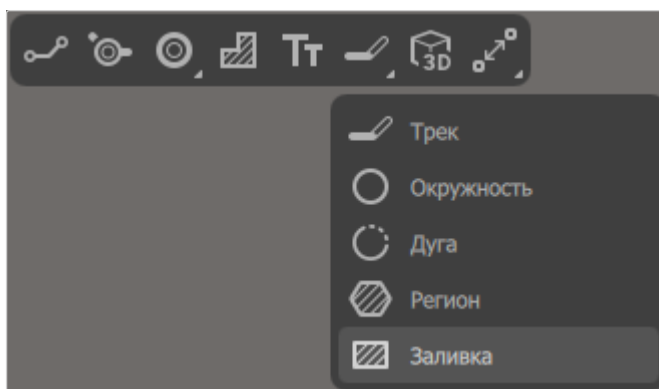

Рисунок 212. Инструмент «Заливка» на панели инструментов
- Щелкнуть правой кнопкой мыши по значку  на панели инструментов редактора плат и в раскрывшемся списке выбрать инструмент «Заливка» (см. рисунок 212).